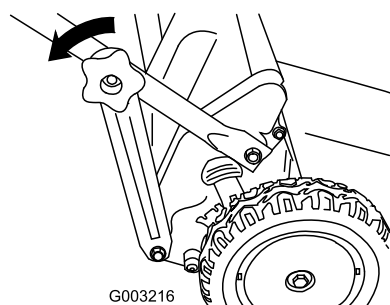

Figure 54
1. Retirez les boutons de la partie inférieure du guidon (Figure 54).
2. Détachez les supports aux deux extrémités de la partie inférieure du guidon (Figure 54).